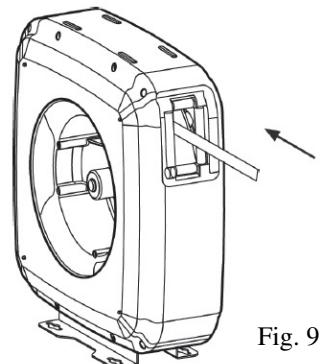

Fig. 9
- Släpp spärren genom att dra i slangen och låt den sakta rulla upp sig på trumman (Fig. 9).